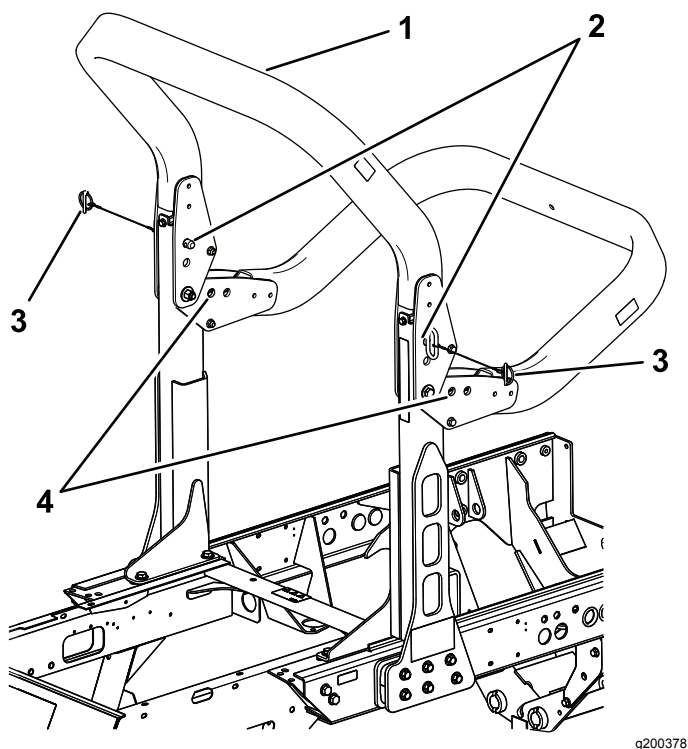

Bild 36
2. Stützen Sie das Gewicht des oberen Rahmens des Überrollbügels ab, während Sie die Rastungen und Lastösenbolzen aus den Schwenkhalterung nehmen (Bild 36).